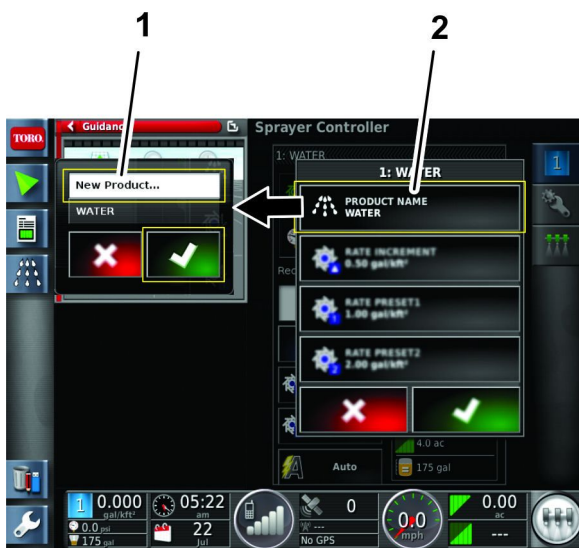

图 27
5. 在产品配置窗口按产品选择列表图标图 27。
6. 按新产品...图标然后按确认图标图 27。